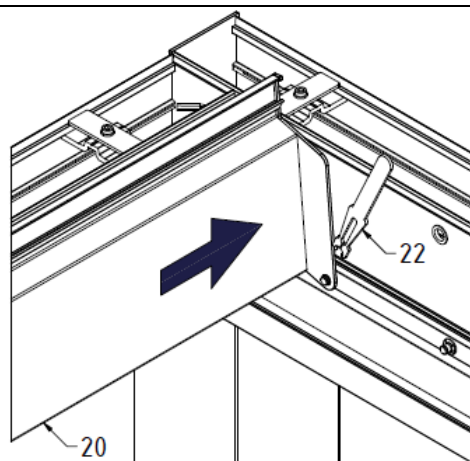

Fig. 23
25. Après avoir assemblé la transmission (23), positionner les lames verticalement et placer la lame précédemment montée (20) sur les goupilles de la barre d'accouplement et les fixer avec un liant DIN 6799 - 7 à l'aide d'une clé d'assemblage (22) - Fig. 23.